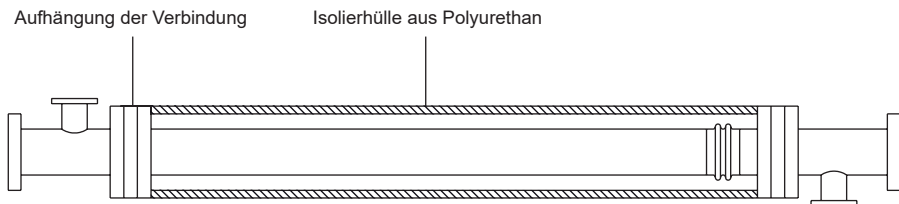

Abb. 11
- 4.10** Um den Kompensator vor äußerer Beschädigung zu schützen und den Energieverbrauch zu optimieren, ist es ratsam, eine Isolierhülle aus Polyurethan zu verwenden, wie in Abbildung 11 dargestellt.